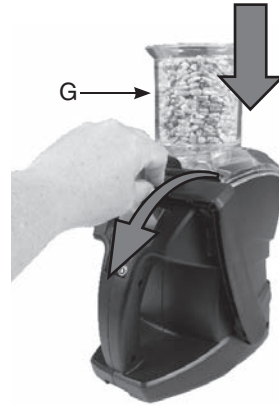

Figura 2b. Brazo Nivelador extendido totalmente hacia delante
2. Jale hacia delante el brazo nivelador (Figura 2b) y el tazón quedará fijo en su lugar cuando se libere el brazo nivelador.